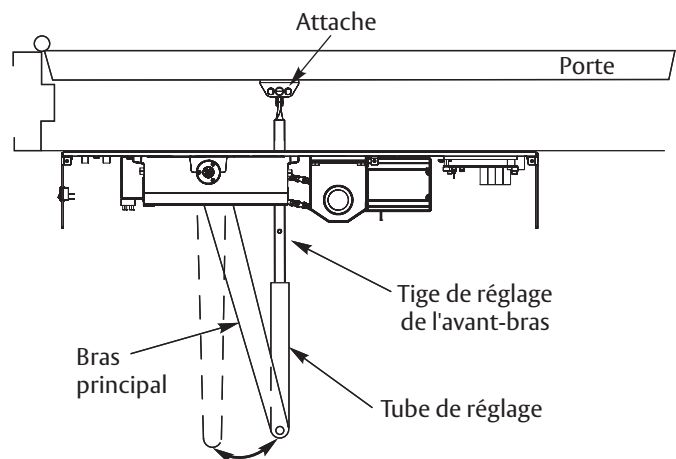

Figure 9 Vue du plafond vers le bas
2. Enlever la vis à tête hexagonale 1/4-20 de la tige de réglage de l'avant-bras. (Figure 9)
3. Insérer la tige de réglage dans le tube de réglage. (Figure 9)